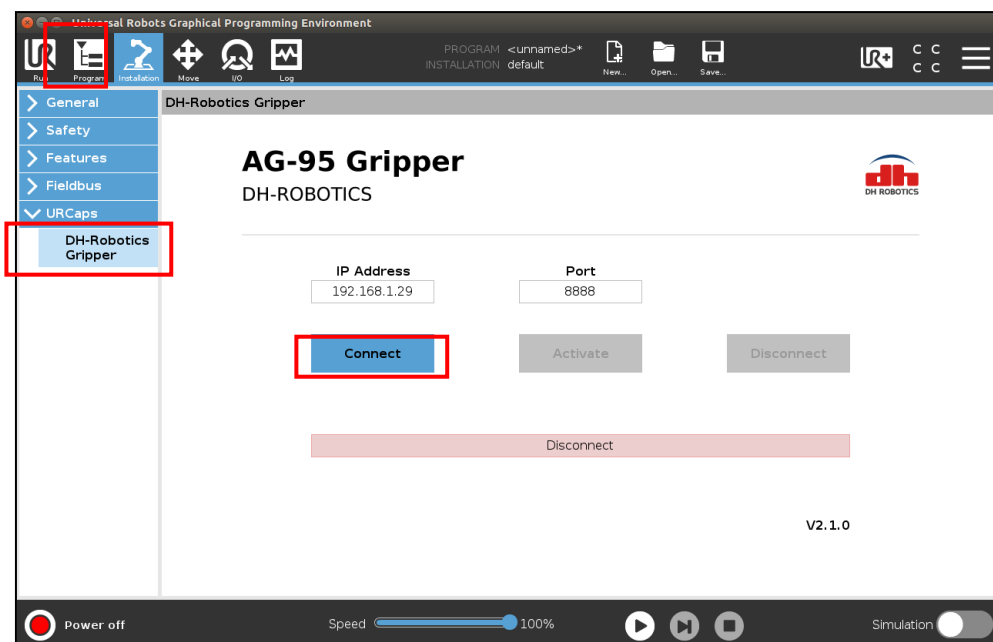

图 5.26 连接夹爪
1. 在主菜单页面 **Installation** 界面中 **URCaps** 页面中找到 **DH Robotics Gripper** 选项，点击 **Connect** 按钮。如图 5.26 所示。